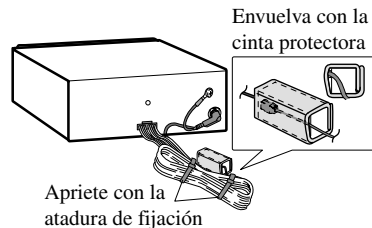

Fig. 9
- Cuando instale la caja de conexión de cable óptico con la atadura de fijación. (Fig. 9)